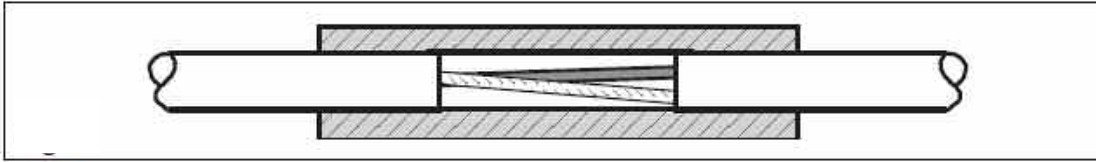

Рисунок 2
- Скрутите проволоочки защитного экрана у нагревательного кабеля и кабеля-вставки. Вставьте соединяемые проводники (фаза, ноль, земля) в обжимные гильзы, обрезав их концы в соответствии с направляющими в пластмассовом корпусе. Перед обжатием убедитесь, что каждый из пары соединяемых проводников вставлен на всю длину гильзы. Соединение будет выполнено правильно, если при обжатии оба проводника наложены один на другой (см. рис.2).